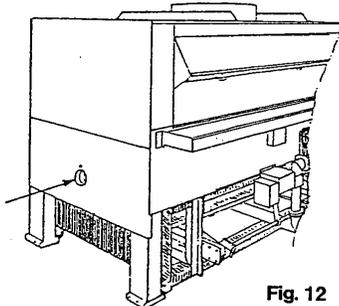

Fig. 12
8.2. Visseur de flamme (fig. 12)